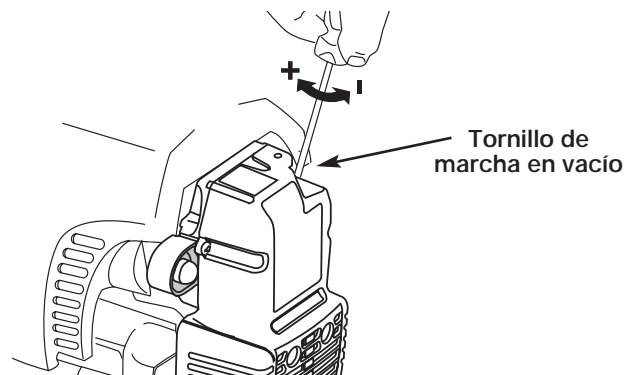

Fig. 30
La velocidad lenta del motor puede ser ajustada por la cubierta del silenciador / filtro de aire (Fig. 30).
3. Mueva el control del regulador y deje que el motor funcione en mínima. Si el motor se para, inserte un destornillador pequeño Phillips o de vástago plano en el orificio de la cubierta del filtro de aire / silenciador (Fig. 30). Gire el regulador de velocidad mínima hacia dentro en sentido horario 1/8 de vuelta por vez (según sea necesario) hasta que el motor funcione en velocidad mínima en forma continua.